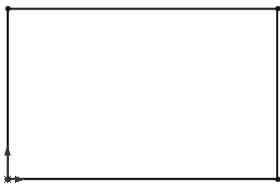

图 3-1 绘制矩形草图
- [2] 在前视基准面中绘制矩形草图,如图 3-1 所示。